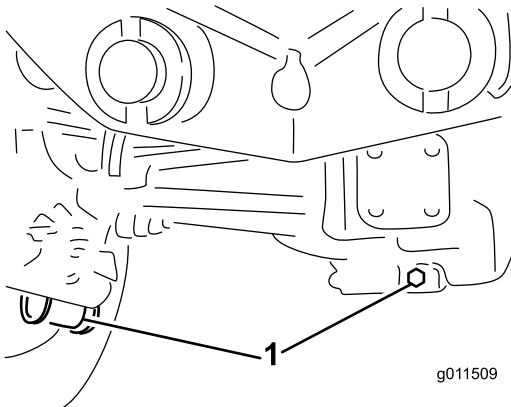

Bild 109
2. Reinigen Sie den Bereich um die drei Ablassschrauben, d. h. jeweils eine an beiden Enden und eine in der Mitte (Bild 109).